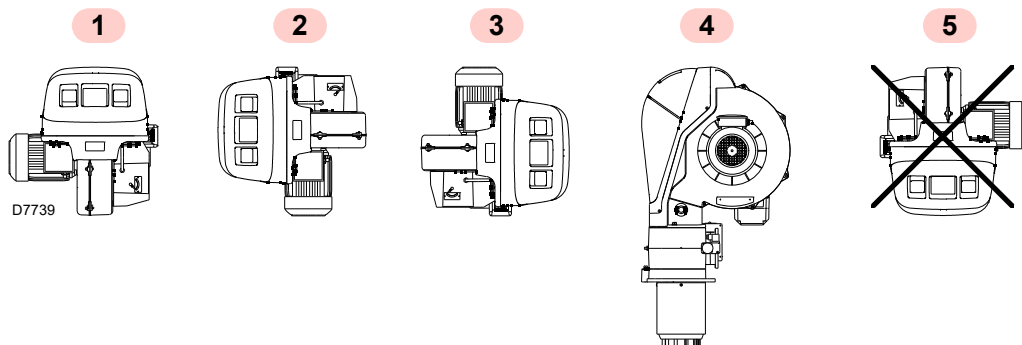

Abb. 12
- Der Brenner kann ausschließlich in den Stellungen 1, 2, 3 und 4 (Abb. 12) betrieben werden.